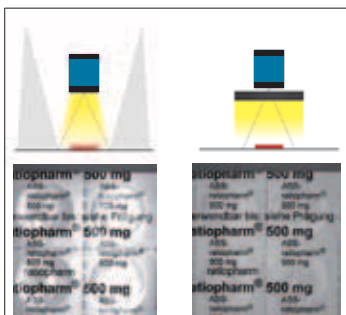

Abbildung 2: Ringbeleuchtung
- **Ringbeleuchtung**, sorgt für ein konsistentes und einheitliches Abbild eines hochreflektierenden oder unregelmäßig geformten Teils, zum Beispiel eines Stücks Aluminiumfolie (Abbildung 2).